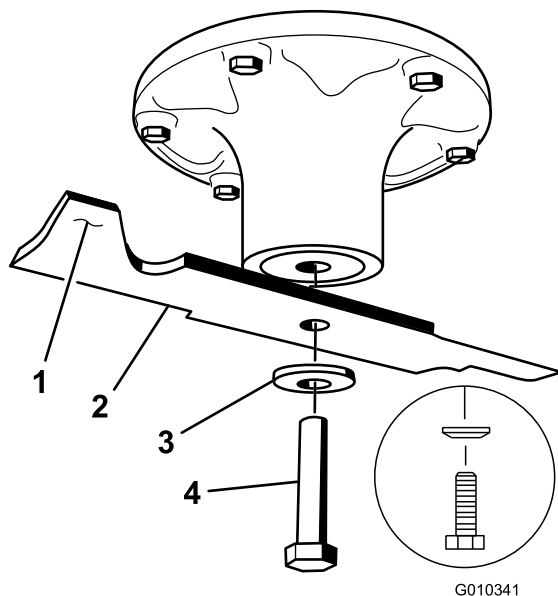
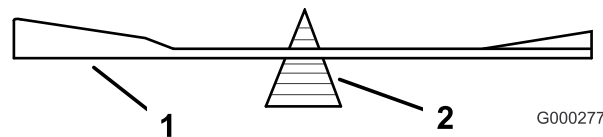

Figura 67
Figura 69
Tenete l'estremità della lama con un cencio o un guanto bene imbottito. Togliete il bullone, la rondella curva e la lama dall'asse del fusello (Figura 67).
2. Controllate l'equilibrio della lama posizionandola su un bilanciatore (Figura 69). Se la lama rimane in posizione orizzontale, è bilanciata e può essere utilizzata. Se la lama non è bilanciata, limate del metallo soltanto dalla costa (Figura 67). Ripetete la procedura finché la lama non è perfettamente bilanciata.
1. Montate la lama sull'asse del fusello (Figura 67).
2. Montate il disco elastico e il bullone della lama. Il cono del disco elastico deve essere rivolto in verso la testa del bullone (Figura 67). Serrate il bullone della lama a 135–150 N·m.